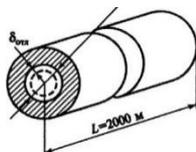

Рисунок 1
2. Определить среднюю толщину солевых отложений в герметичном водоводе внутренним диаметром $d = 0,3$ м и длиной $l = 2$ (рис. 1). При выпуске воды в количестве $\Delta W = 0,05$ м³ давление в водоводе падает на величину $\Delta p = 1 \times 10^6$ Па. Отложения по диаметру и длине водовода распределены равномерно.
3. Два горизонтальных цилиндрических трубопровода А и В содержат соответственно минеральное масло плотностью 900 кг/м^3 и воду плотностью 1000 кг/м^3 . Высоты жидкостей, представленные на рис. 1, имеют следующие значения: $h_A = 0,2 \text{ м}$; $h_{pm} = 0,4 \text{ м}$; $h_B = 0,9 \text{ м}$. Зная, что гидростатическое давление на оси в трубопроводе А равно $0,6 \cdot 10^5$ Па, определить давление на оси в трубопровода В.